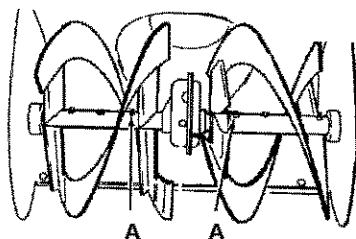

Figura 60
1. Lubrique los **accesorios Zerk (A)** cada diez horas con una pistola engrasadora.
2. Cada vez que cambie un perno de seguridad, engrase también el eje de la barrena. Vea la Figura 60. Consulte "Cómo reemplazar los pernos de seguridad de la barrena" en la sección de Servicio y Ajustes.